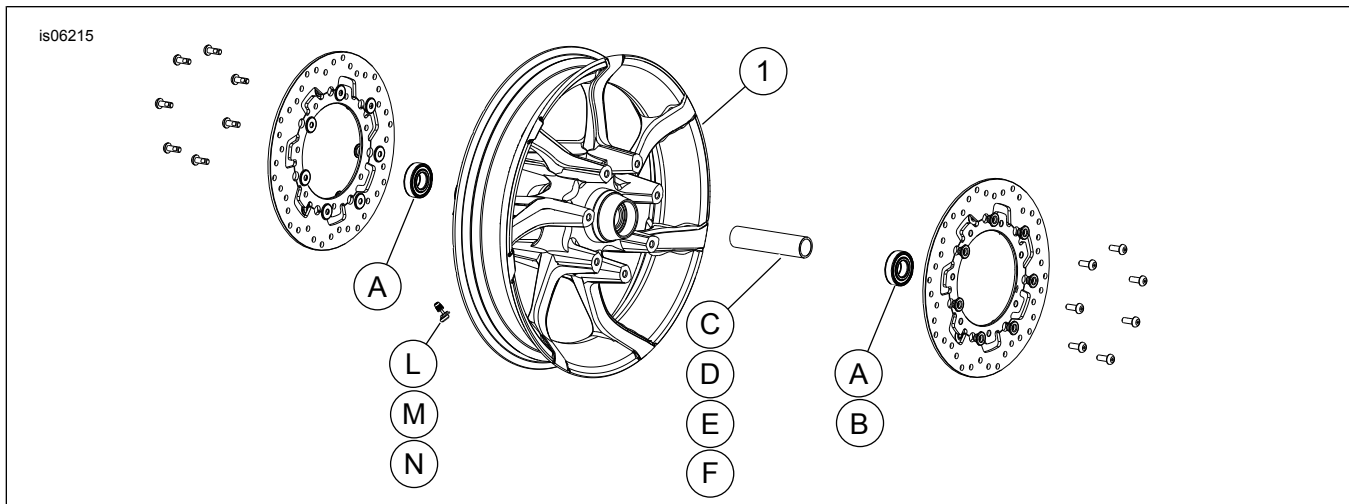

Figure 1. Pièces de rechange : Roues Agitator avant (19 pouces représenté)
Voir Figure 1 et les tableaux des pièces de rechange.
2. Voir Figure 1 . Poser l'ensemble de tige de valve (L) sur la roue. Consulter le manuel d'entretien.